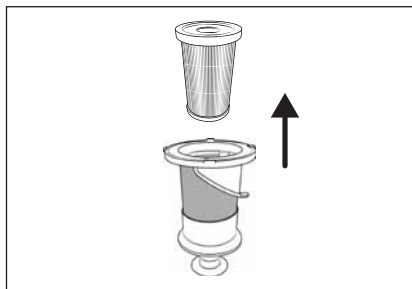

Fig. 21
- 4) Retire o filtro EPA **5** do filtro de aço inoxidável **6**, agarrando pela abertura existente no filtro EPA **5** e puxando-o para fora do filtro de aço inoxidável **6** (ver fig. 21).